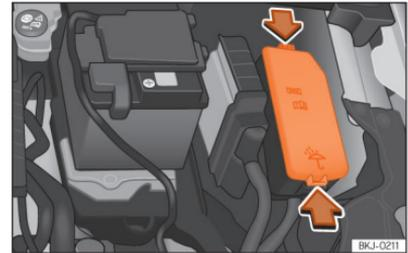

Abb. 161 Im Motorraum: Abdeckung des Sicherungskastens.
- Verriegelungstasten drücken, um die Abdeckung des Sicherungskastens >>> (Abb. 161) zu entriegeln.